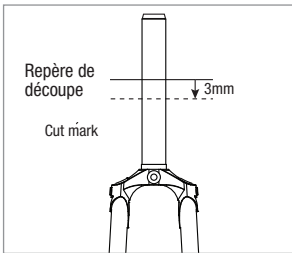

Figure 5
- Localisez le repère effectué à l'étape 8. Mesurez 3 mm vers le bas et faites un nouveau repère de découpe (Fig. 5).